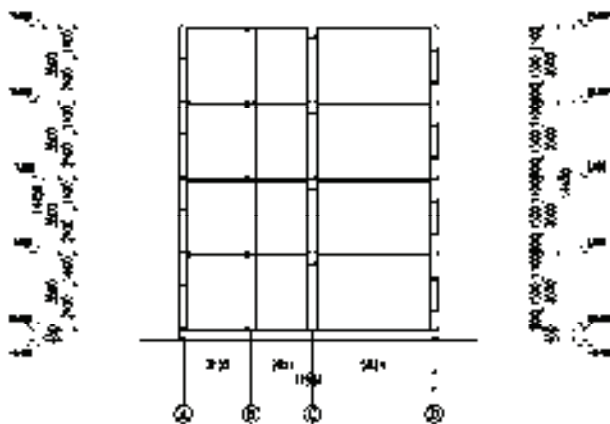

图 12-5 生成建筑剖面图
5) 单击“保存”按钮，即可生成建筑剖面图，结果如图 12-5 所示。